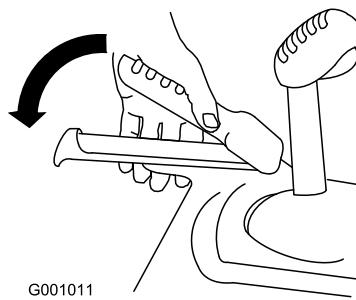

Figure 23
- Pour engager la transmission aux roues, serrez le levier gauche (déplacement) contre la poignée (Figure 23).